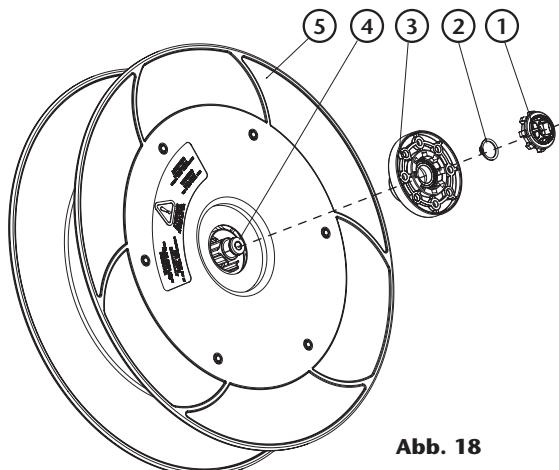

Abb. 18
- 11.** Wenn die Trommeleinheit aus den Verkleidungen heraus ist, ist das Vorspannstück (1) (Abb. 18) locker, entfernen Sie es, ohne seine innere Metallplatte zu demontieren. Speichern Sie die Komponenten, um sie später erneut zu installieren.
- 12.** Den Sicherungsring (2) (Abb. 18), der die Federbefestigung (3) (Abb. 18) an der Scheibenwelle (4) (Abb. 18) hält, entfernen und herausziehen, ohne das darin untergebrachte Lager zu zerlegen. Speichern Sie die Komponenten, um sie später erneut zu installieren.
- 15.** Montieren Sie die Federbefestigung (mit dem Lager innen) (3) (Abb. 18) auf der Scheibenwelle und halten Sie sie fest, indem Sie den Sicherungsring (2) (Abb. 18) platzieren.
- 16.** Setzen Sie den Gurtstraffer (1) (Abb. 18) (mit montierter Innenplatte) auf die Federbefestigung (3) (Abb. 18). Dieses Vorspannungsstück wird locker sein, stützen Sie es mit Ihrer Hand, während Sie die Scheibenbaugruppe über das Gehäuse (das ohne Wartungsfenster) bringen. Stellen Sie sicher, dass der Gurtstraffer in das mittlere Loch passt.